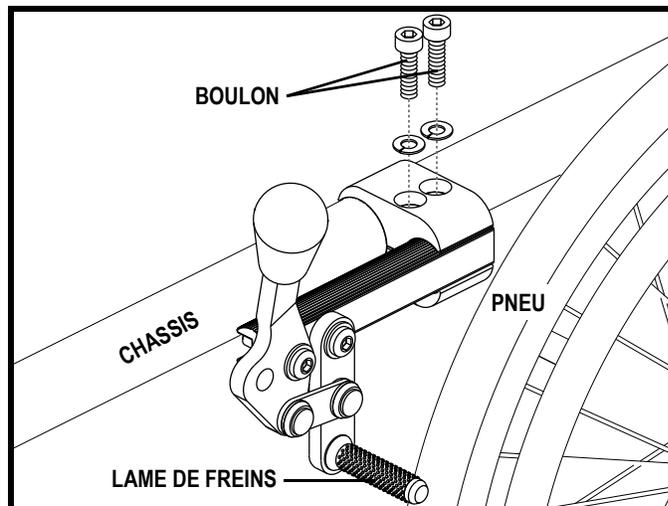

Figure 45. Réglage des freins
2. Desserrez les boulons qui retiennent le frein au châssis. Voir la figure 45.